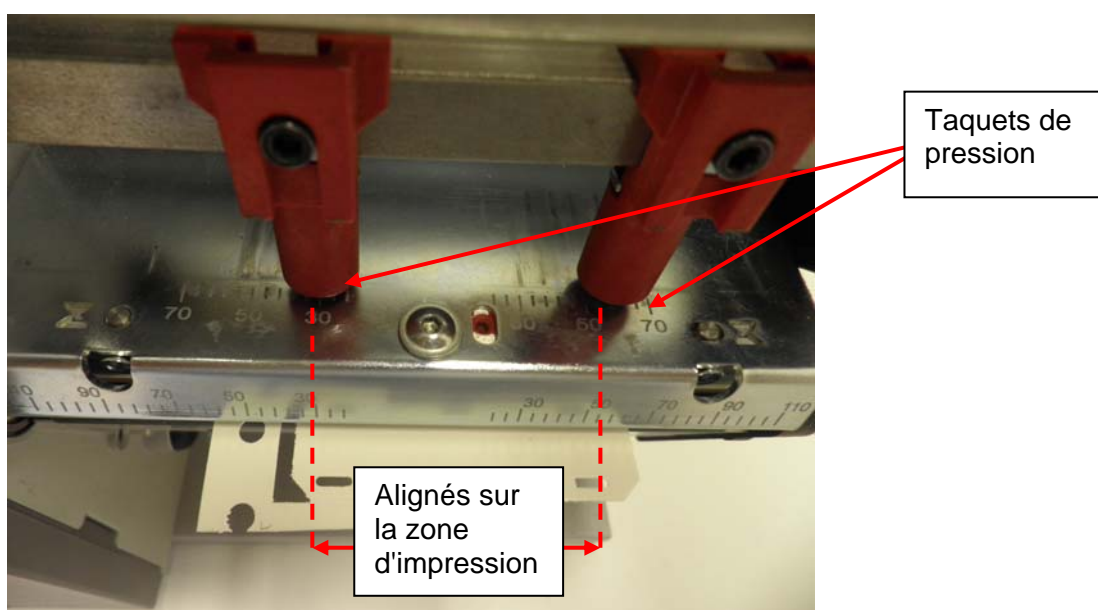

Figure 1. Installation des taquets de pression pour la zone d'impression du produit à imprimer
**2.1. Position des taquets de pression** - Placez les taquets de pression (figure 1) sur les bords de la zone imprimable.